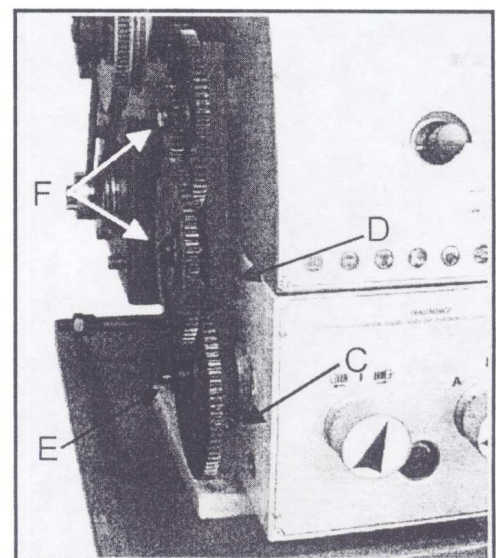

Fig. 7
3. Afloje el tornillo (C, Fig. 7).
4. Mueva el elemento D (Fig. 7) a la derecha.
5. Desenrosque el tornillo (E, Fig. 7) del eje para poder quitar los engranajes del cambio de marcha.
7. Gire el elemento D (Fig. 7) hacia la izquierda hasta que los engranajes se enganchen de nuevo.
8. Fije el elemento D (D, Fig. 7).